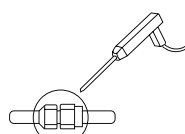

Abb. 4-3
4.4 Leckageprüfung auf Kältemittel an der Kupplung mittels Gasdetektor oder Seifenlauge, wie in Abb. 4-3 gezeigt.